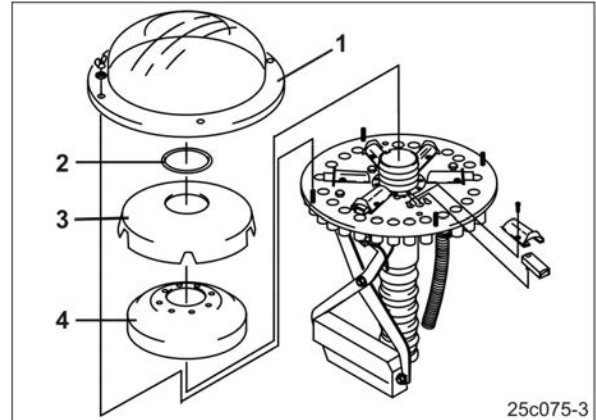

Fig. 127
1. Verteileraußenhaube (Fig. 127/1) demontieren.
2. Ring (Fig. 127/2) demontieren.
3. Verteiler-Innenhaube (Fig. 127/3) demontieren.
4. Schaumstoffeinsatz (Fig. 127/4) demontieren.